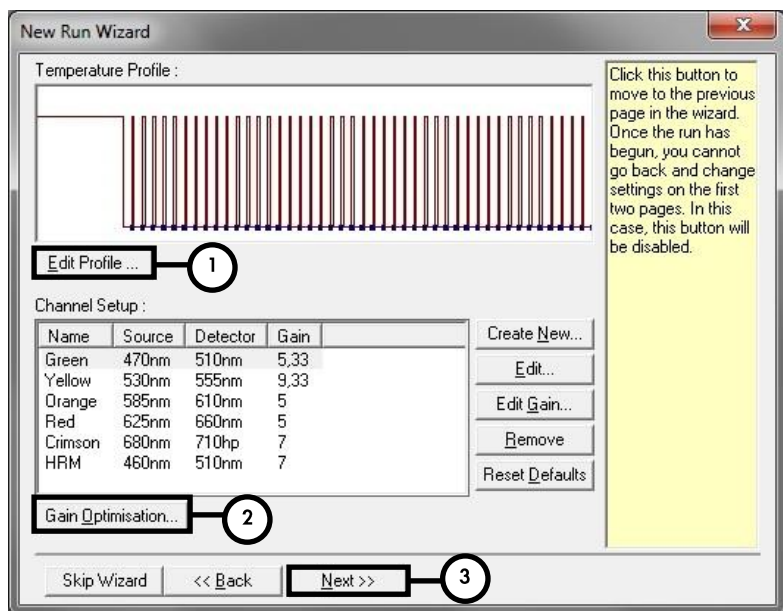
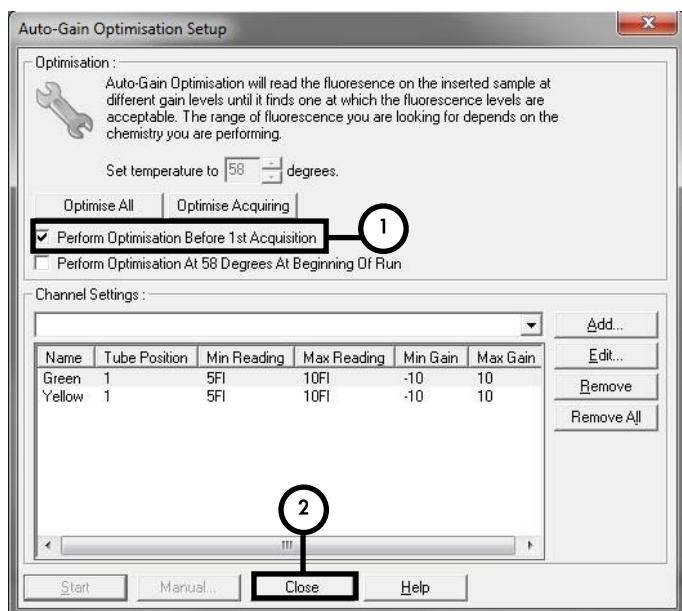

Figura 4. Edición del perfil.
Figura 7. Ajuste de la sensibilidad de los canales de fluorescencia.
Ajuste de la sensibilidad de los canales de fluorescencia	Figura 7
9. Haga clic en el botón **Edit Profile** (Editar perfil) en el siguiente cuadro de diálogo **New Run Wizard** (figura 4) y programe el perfil de temperatura tal como se muestra en las figuras 5-6.
10. El rango de detección de los canales de fluorescencia debe determinarse según las intensidades de fluorescencia de los tubos de PCR. Haga clic en **Gain Optimisation** (Optimización del aumento de señal) en el cuadro de diálogo **New Run Wizard** (consulte la figura 4, paso 2) para abrir el cuadro de diálogo **Auto-Gain Optimisation Setup** (Configuración automática de la optimización del aumento de señal) (figura 7). Marque la casilla **Perform Optimisation Before 1st Acquisition** (Realizar optimización antes de la primera detección) (figura 7). Asegúrese de que estén seleccionados los dos canales (Green y Yellow) para **Auto-Gain Optimisation** (Optimización automática del aumento de señal) (figura 7). (Busque los canales en el menú desplegable debajo de **Channel Settings** [Configuración de canales] y haga clic en **Add** [Añadir]). Haga clic en **Close** (Cerrar) en el cuadro de diálogo **Auto-Gain Optimisation Setup** una vez finalizada la calibración del aumento de señal.